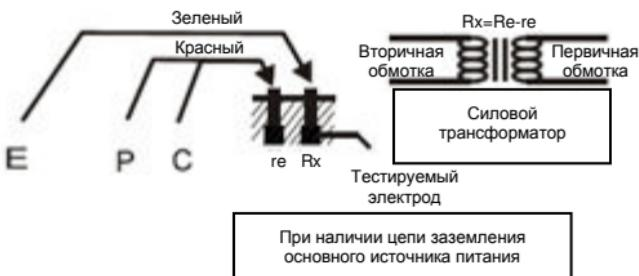

Рис. 2
- (1) Эту методику рекомендуется использовать, если сопротивление измеряемого заземления выше 10 Ом, или отсутствует возможность установки дополнительных электродов. Примерное значение сопротивления получается с применением двухпроводной системы, показанной на рис. 2.
- (2) Повернуть переключатель режимов в положение